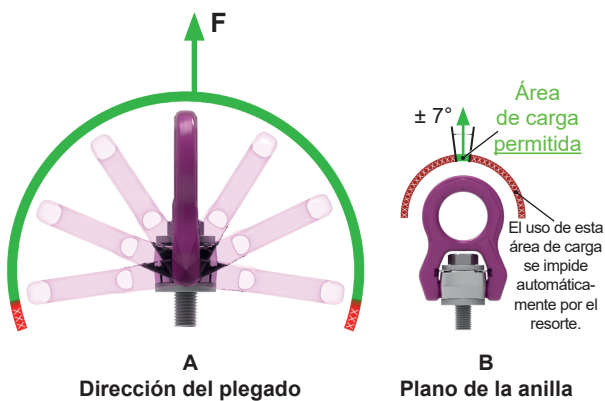

Fig. 5: *
* En la Fig. 5 se muestra el diseño del cáncamo ACP M8-M30 y $1/2''-1 1/4''$. Las áreas de carga también son válidas para los cáncamos ACP M36-M100 y $1 1/2''-4''$.